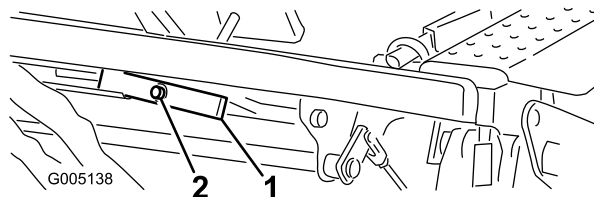

Figura 45
1. Afloje la tuerca de la parte trasera del pivote de elevación (Figura 45).
2. Gire el tornillo excéntrico (Figura 45) para elevar o bajar el muelle del pivote de elevación, nivelando el pivote de elevación y los pedales.